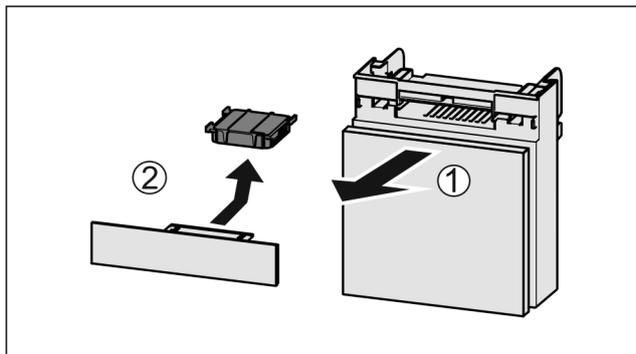

Fig. 135
- ▶ Вытянуть Fig. 135 (1) отделение движением вперед.
- ▶ Извлечение Fig. 135 (2) фильтра с активированным углем.